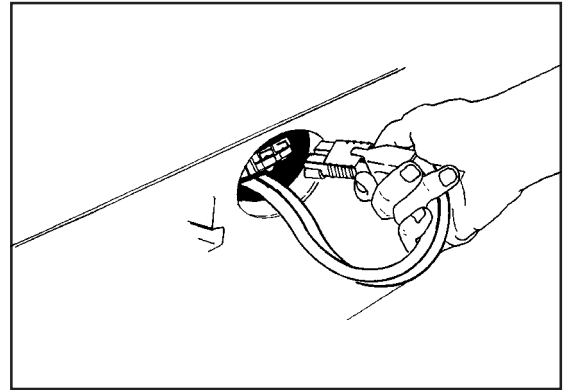

Abb. 22
4. Verbinden Sie die Verbindungsklemme von den Batterien (1) mit der Kabelverbindung des Bedienpanels. Siehe Abb.22.